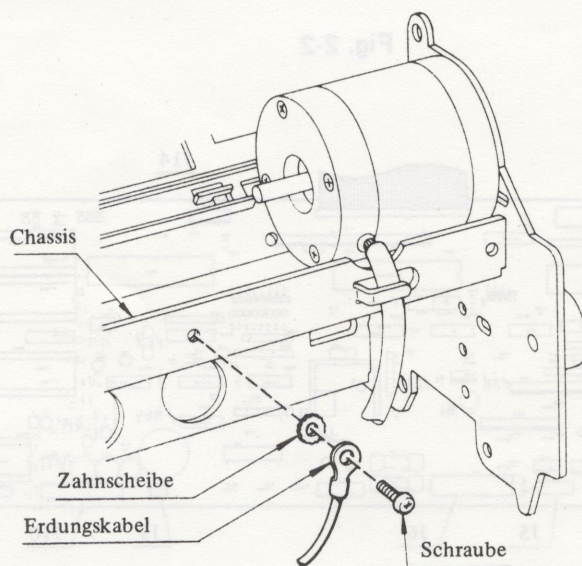

Abb. 3-2
- (4) Das Erdungskabel des Chassis entfernen. Dazu die Klemmschraube der Erdungskabel-Anschluß-ose lösen (siehe Abb. 3.2).